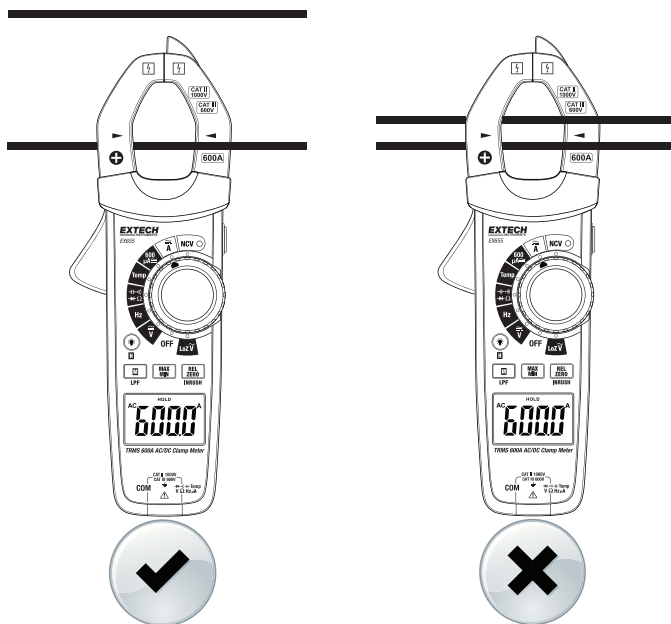

Fig. 4-3 Uso corretto e scorretto della pinza
4. Premere il grilletto per aprire le morse della pinza. Circondare completamente un solo conduttore nelle morse (vedi fig. 4-3). Per risultati ottimali, centrare il conduttore nelle morse.